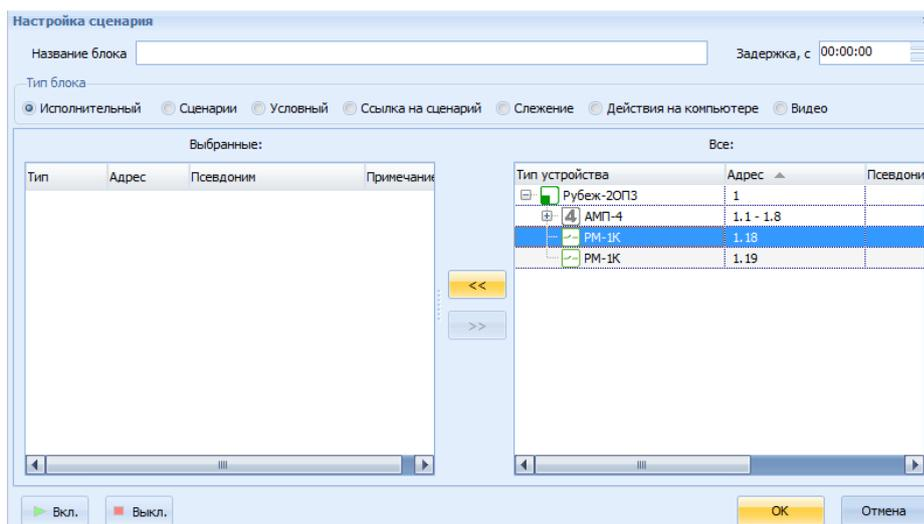

Рис. 24 Настройка исполнительного блока сценария
- в открывшемся окне **Настройка сценария**, указать **Тип блока** – Исполнительный, перенести модуль РМ-1К (адрес 1.18) из поля **Все** в поле **Выбранные**, и нажать кнопку **Вкл.** в нижней части окна (Рис. 24), после чего нажать **Ок**.